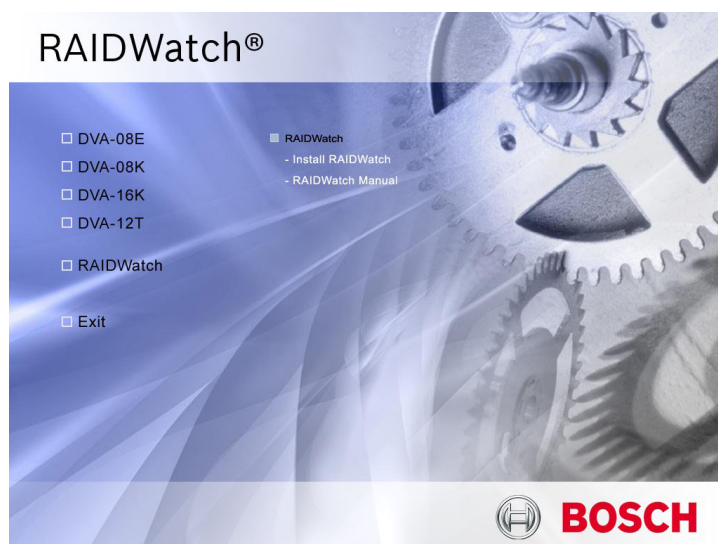

Рисунок 11.1 Окно запуска компакт-диска
2. Вставьте установочный компакт-диск Bosch RAIDWatch в дисковод CD/DVD. Программа установки Bosch RAIDWatch находится на компакт-диске, входящем в комплект подсистемы. Окно автозапуска содержит ссылку на программу установки. (См. Рисунок 11.1)